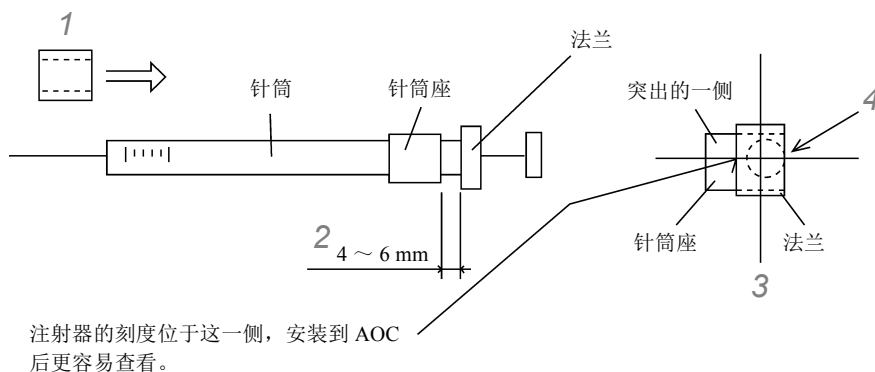
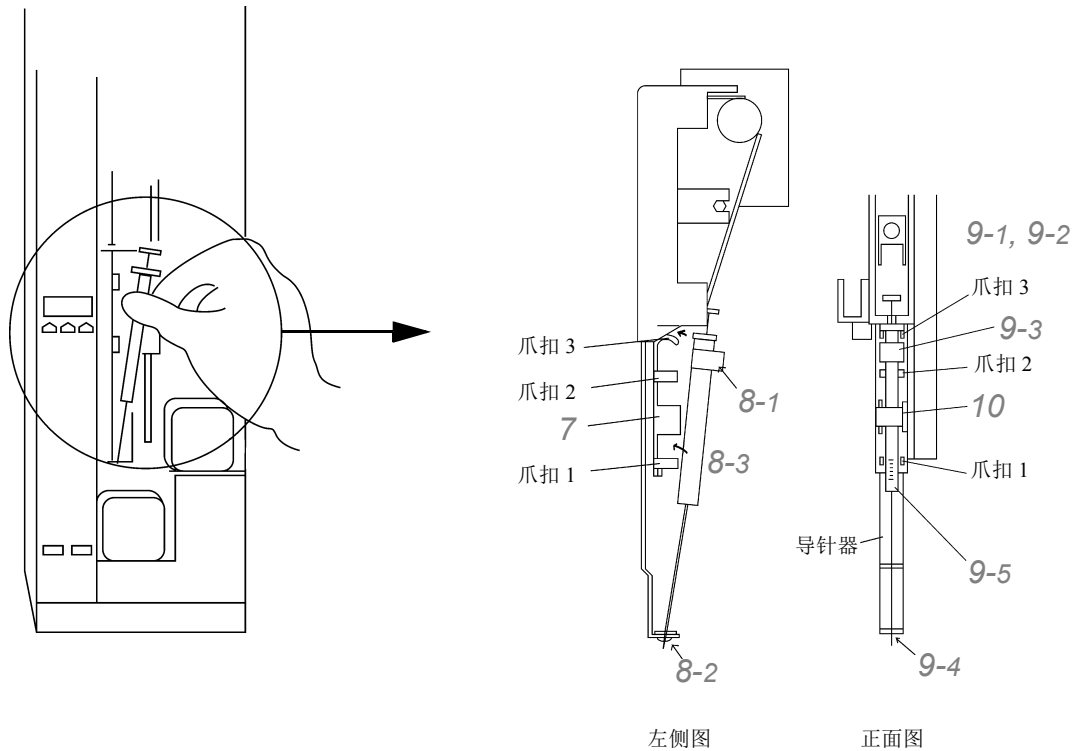

图 2-7
图 2-9
5 将注射器拆卸用的针筒座 (P/N S221-44780) 穿过注射器针筒部。 安装位置请勿超出图 2-7 所示的范围。
请确认针筒座位于 图 2-9 的位置、进样针的前端已穿入导针器。
- 如果像 图 2-7 卡入针筒座，就变成 图 2-9。
如 图2-9 所示，注意针筒座、注射器法兰的方向，将注射器牢牢卡入注射器驱动单元，直至底部。如果方向错误或未卡入到底，进样针可能会弯曲。